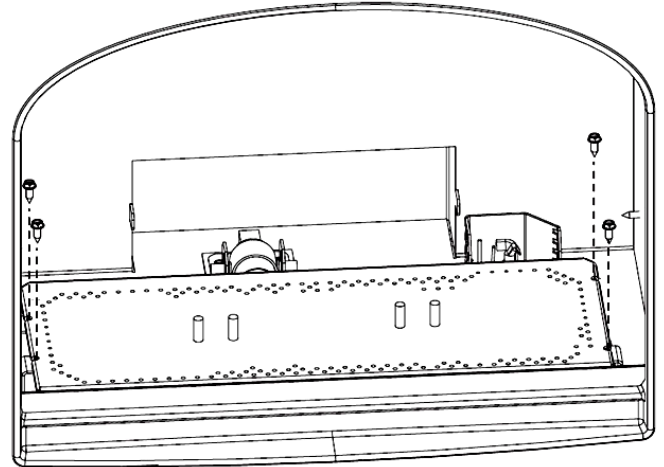

Figure 24. Retirez les quatre vis à métal et soulevez le brûleur pour le retirer de la chambre de combustion.
7. **Retirez le plateau du brûleur :** Voir fig. 24.